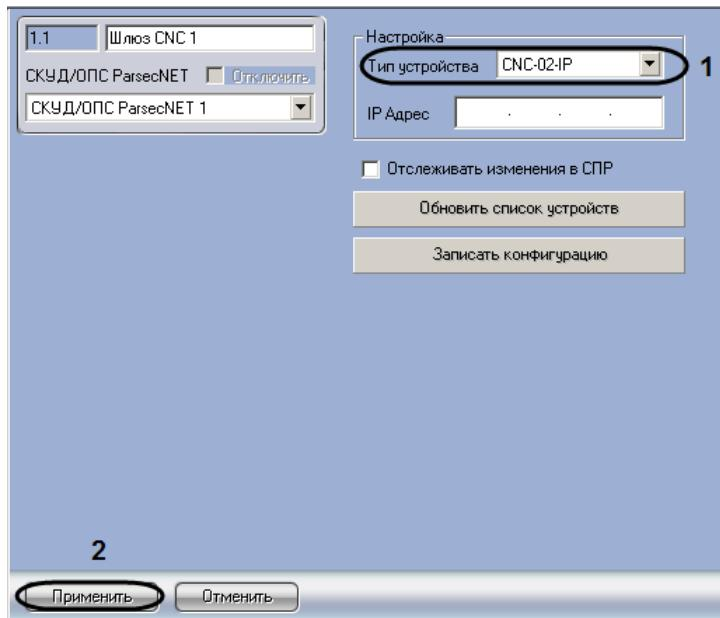

Рис. 3.3—2 Выбор типа устройства для взаимодействия Сервера Интеллект со СКУД/ОПС ParsecNet
1. Перейти на панель настроек объекта **Шлюз CNC** (Рис. 3.3—3).
2. Из раскрывающегося списка **Тип устройства** выбрать значение, соответствующее Ethernet-шлюзу или ЦКС, через который будет осуществляться взаимодействие Сервера Интеллект со СКУД/ОПС ParsecNet (см. Рис. 3.3—3, 1).